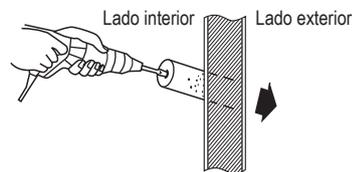

Fig. 4-18
- (8) Si tuberías y cableado deben ser encaminadas hacia la parte trasera de la unidad, practicar los agujeros necesarios en la pared. (Fig. 4-18)